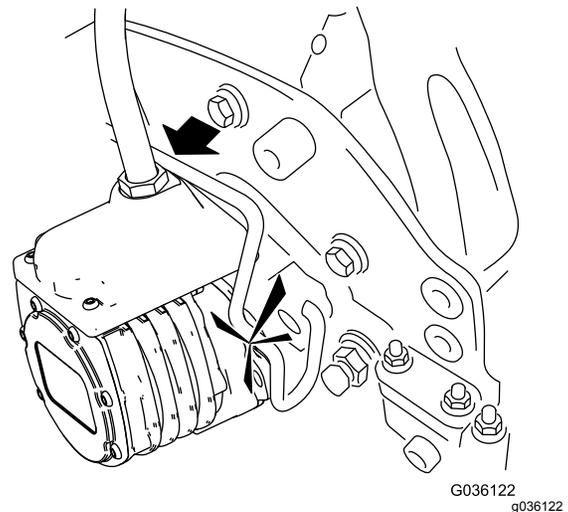

Figura 47
- 6. Spalmate del grasso pulito sull'albero scanalato del motore dell'apparato di taglio (Figura 47).
- 7. Inserite il motore nel lato sinistro dell'apparato di taglio (come mostrato dalla posizione dell'operatore) e tirate la barra di fissaggio del motore sull'apparato di taglio verso il motore stesso fino a udire chiaramente uno scatto da ambo i lati del motore (Figura 47).